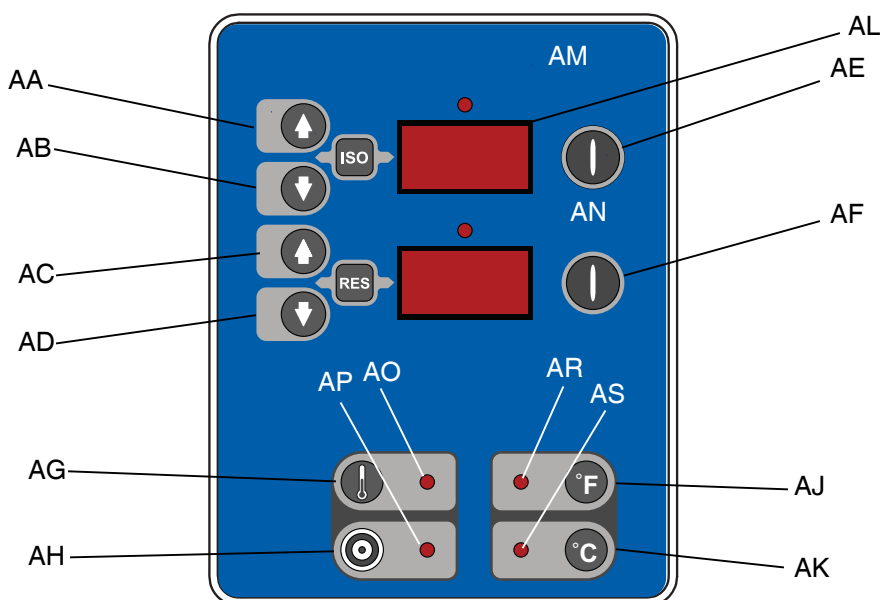

FIG. 2 Controles e indicadores del calentador
- J Panel de control; vea FIG. 2, página 13